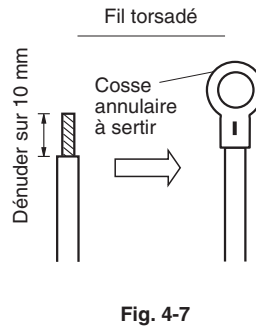
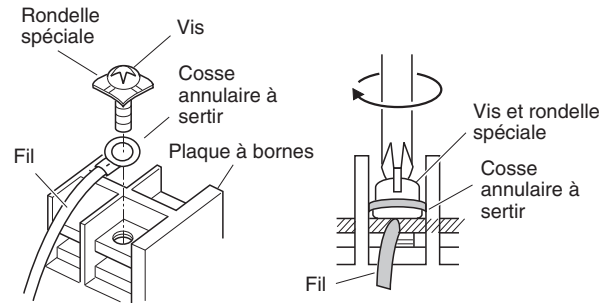

Fig. 4-7
Fig. 4-8
- (1) Coupez l'extrémité de câble avec une pince coupante, puis dénudez l'isolant pour exposer les fils torsadés sur environ 10 mm, et bien torsadez les brins du fil. (Fig. 4-7)
- (2) En utilisant un tournevis cruciforme, enlevez la ou les vis de borne de la plaque à bornes.
- (3) Avec une pince à sertir pour cosse annulaire ou des pinces, sertissez solidement une cosse annulaire sur chaque extrémité de fil dénudée.
- (4) Positionnez la cosse annulaire à sertir, puis remettez en place et serrez la vis de borne enlevée avec un tournevis. (Fig. 4-8)